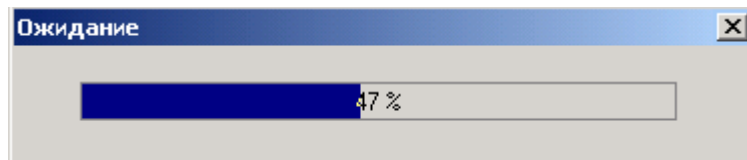
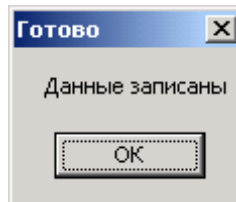

Рис.52. Окно переноса (прогресс-бар).
Рис.53 Окно готовности.
Затем установить DS1996 в держатель устройства ввода-вывода и дождаться окончания переноса (рис.52):
. По окончании переноса вынуть носитель из держателя устройства. Завершается процесс появлением окна готовности (рис.53).
- Затем установить DS1996 в держатель устройства ввода-вывода и дождаться окончания переноса (рис.52).
6. После этого установить DS1996 в держатель устройства ввода-вывода и дождаться окончания переноса (рис.52). Завершается процесс появлением окна рис.53. После появления окна с сообщением «Данные записаны» нажать «ОК» и вынуть носитель из держателя устройства.